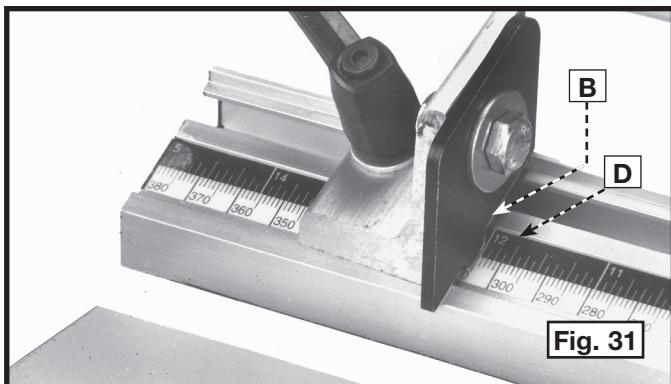

Fig. 31
La butée gauche est illustrée en figure 31. La butée est positionnée à 304,8 mm (12 po) sur la gauche du centre du guide. On peut lire la distance sur la régllette métrique/anglaise (D). Si vous n'utilisez pas la butée (B), placez la pièce à travailler contre le guide. La butée (B) se déplace automatiquement vers l'arrière pour permettre de placer la pièce au raz du guide.